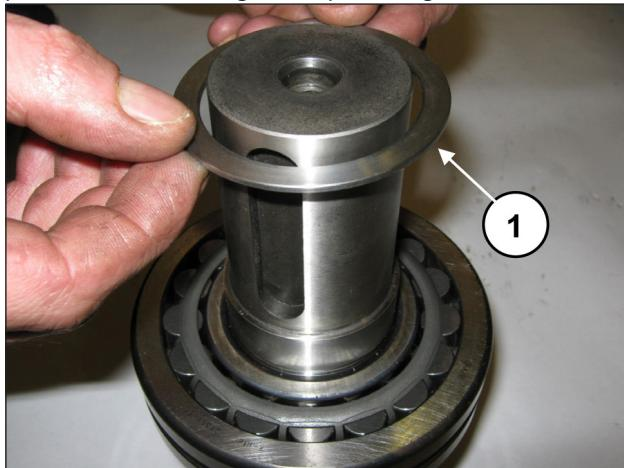
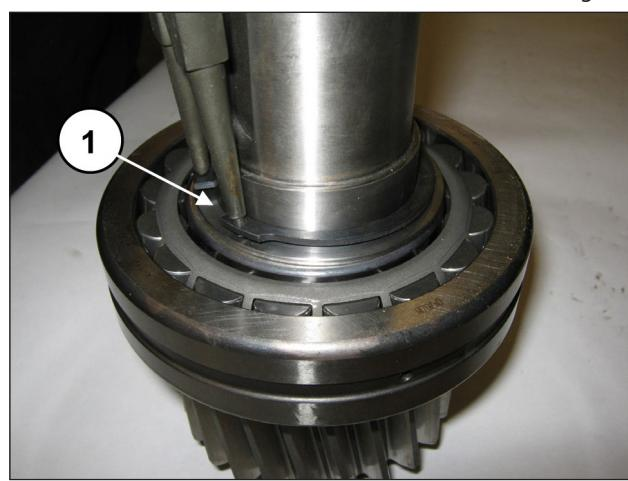

Fig. 85
Fig. 86
Inserire l'anello appoggio cuscinetto (pos. ①, Fig. 85) e posizionare l'anello seeger Ø55 (pos. ①, Fig. 86).